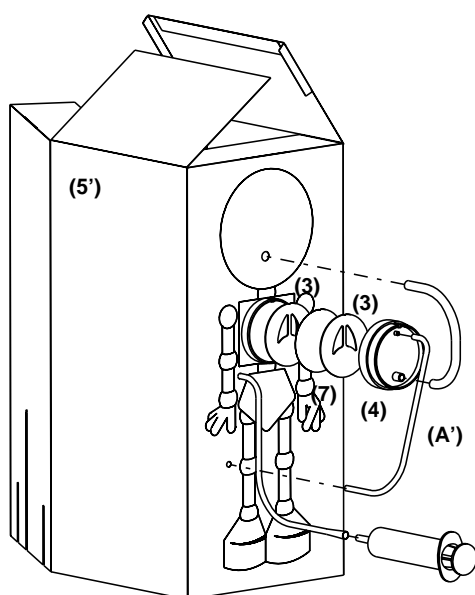

Figure 2
La maquette de **fumeur passif (pouvant également être commandée seule sous la référence 512 021)** est constituée des éléments suivants (voir figure 2):
- Monter l'enceinte, comme indiqué sur la figure 2 : replier les 4 cotés de l'enceinte et insérer les onglets dans les encoches prévues. Laisser le couvercle ouvert pour pouvoir continuer le montage.
- Glisser cet ensemble dans le couvercle avant de l'enceinte ; il doit émerger sur la face extérieure de l'enceinte. Les poumons sont en place (voir figure 2).